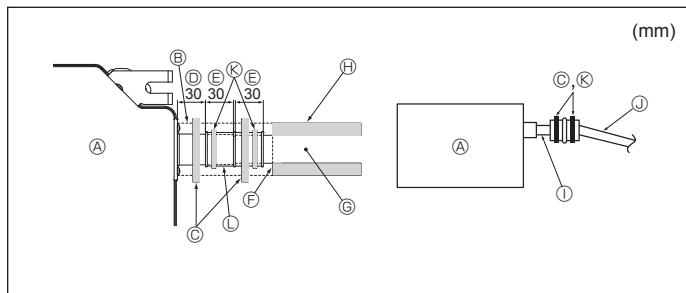

Fig. 3-5
- ① TUBO IN PVC (diam. est.  $\varnothing 38$ ) per tubazioni raggruppate. (materiale isolante di almeno 9 mm)
1. Collegare il manicotto di drenaggio (fornito con l'unità) all'apertura di drenaggio. (Fig. 3-5) (Attaccare il tubo con adesivo PVC e fissarlo quindi con un nastro).